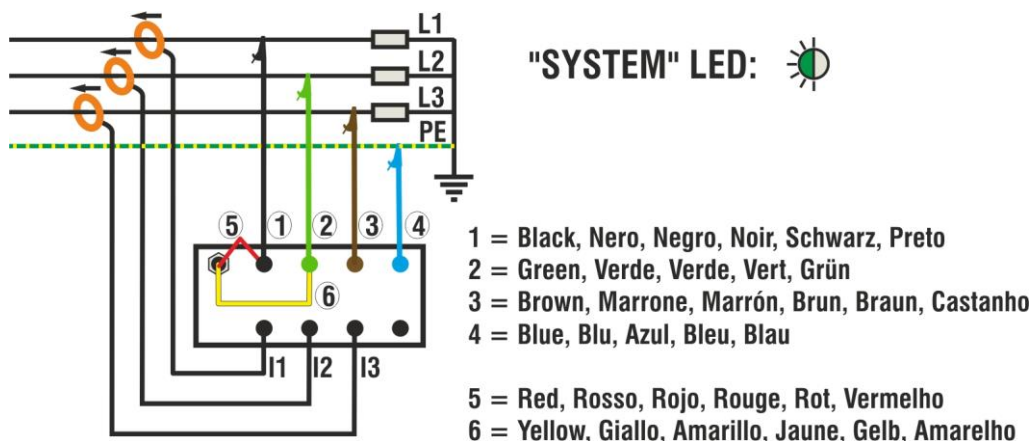

Fig. 3: Collegamento dello strumento in un sistema Trifase 3-fili
2. Collegare i terminali di alimentazione (rosso e giallo) rispettando le connessioni indicate in Fig. 3
3. Collegare i cavi delle tensioni L1, L2 e L3 rispettando le connessioni indicate in Fig. 3. Collegare il cavo blu sul conduttore di protezione PE
4. Se si intende effettuare rilevazioni di corrente e potenza collegare le pinze amperometriche sui conduttori di fase **rispettando il verso indicato sulle pinze** e le connessioni indicate in Fig. 3